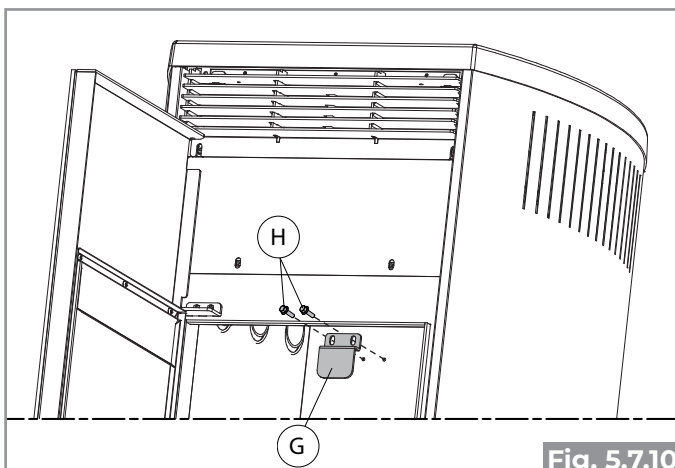
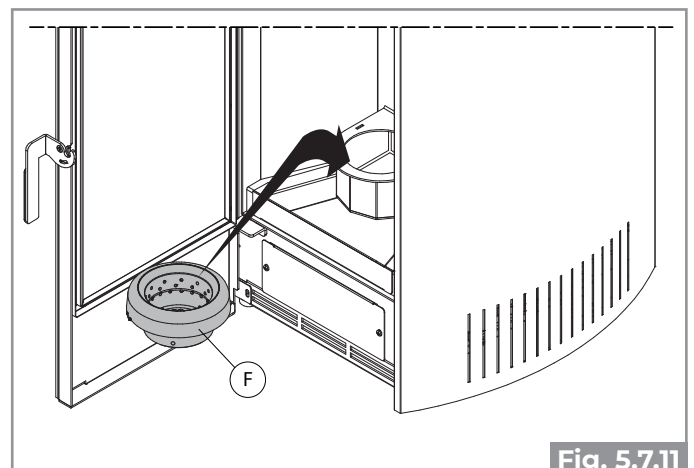

Fig. 5.7.10
Fig. 5.7.11
- Reinstalar la abrazadera de fijación G procediendo en los dos tornillos H (Fig. 5.7.10) y volver a colocar el brasero F (Fig. 5.7.11).